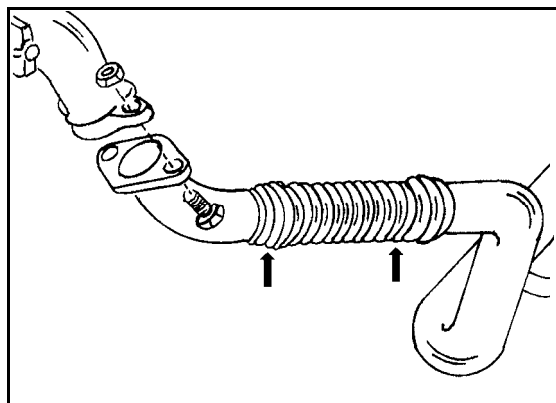

Bild 352
- Den Flansch am Auspuffkrümmer oder am Abgas-turbolader gleichmässig mit einem Anzugsdrehmoment von 30 Nm anziehen. Die selbstsichernde Muttern (1) immer erneuern.
- Den Verbindungsflansch vorn und hinten mit neuen Abdichtungen (4) zusammenbringen und mit neuen, selbstsichernden Muttern (5) gleichmässig auf 30 Nm anziehen. Besonders ist dabei auf das Wellenrohr zu achten. Das Wellenrohr in Bild 352 muss frei von jeglicher Spannung eingebaut werden. Nachdem man den Flansch des vorderen Rohres angeschraubt hat, darf man das hintere Ende der Auspuffanlage nicht herunterhängen lassen, da sich das Wellenrohr andernfalls durch das Gewicht der Anlage verziehen kann. Erlaubt man dies, kann die Rohrverbindung an den Pfeilstellen platzen und Gasleckstellen verursachen.
- Den Verbindungsflansch vorn und hinten mit neuen Abdichtungen (4) zusammenbringen und mit neuen, selbstsichernden Muttern (5) gleichmässig auf 30 Nm anziehen. Besonders ist dabei auf das Wellenrohr zu achten. Das bereits in Bild 352 gezeigte Wellenrohr, welches hier zweimal vorhanden ist, muss frei von jeglicher Spannung eingebaut werden. Nachdem man den Flansch des vorderen Rohres angeschraubt hat, darf man das hintere Ende der Auspuffanlage nicht herunterhängen lassen, da sich das Wellenrohr andernfalls durch das Gewicht der Anlage verziehen kann. Erlaubt man dies, kann die Rohrverbindung an den Pfeilstellen platzen und Gasleckstellen verursachen.